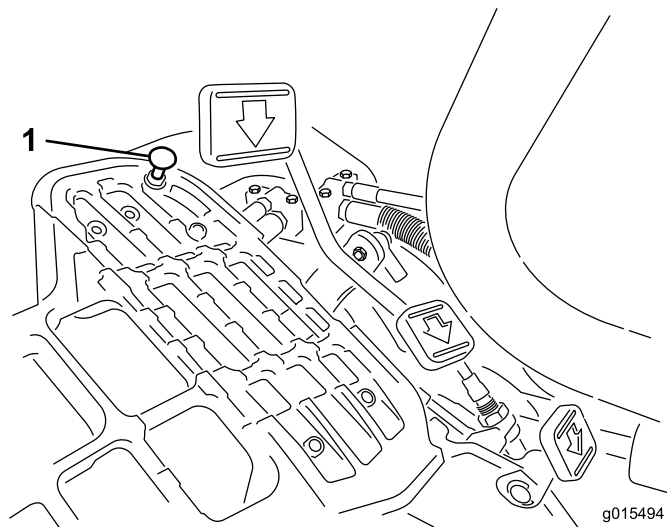

Figura 52
Carregue no pedal de tracção. Se o pedal entrara em contacto com o batente (Figura 52) antes de se sentir tensão no cabo, é necessário efectuar um ajuste:
1. Desaperte as porcas de bloqueio de cabeça de flange que fixam o batente do pedal à placa inferior (Figura 52).